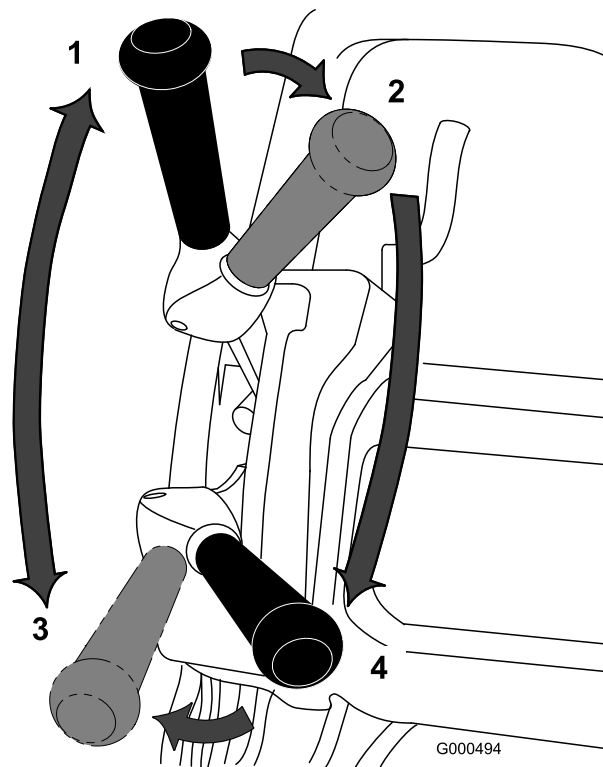

Bild 23
1. Lassen Sie den Motor an, stellen den Gasbedienungshebel auf verringerte Geschwindigkeit, drücken den Holm nach unten, um die Schneideinheit anzuheben, aktivieren Sie die elektronische Sicherheit, schieben den Fahrtriebshebel und den Spindeltriebshebel in die Stellung VORWÄRTS und transportieren Sie die Maschine an den Rand der Rasenfläche (Bild 23).
2. Schieben Sie den Schalthebel in die NEUTRAL-Stellung (Bild 23).
3. Stellen Sie den Antriebshebel in die Stellung: NEUTRAL und Spindeltrieb in die Stellung: AUSGEKUPPELT (Bild 23).
4. Stellen Sie den Antriebshebel in die Stellung: VORWÄRTS und Spindeltrieb in die Stellung: EINGEKUPPELT (Bild 23). Geben Sie Gas, bis die Maschine die gewünschte Fahrgeschwindigkeit erreicht hat. Fahren Sie die Maschine auf die Grünfläche, senken die Schneideinheit ab und beginnen Sie mit dem Mähen.